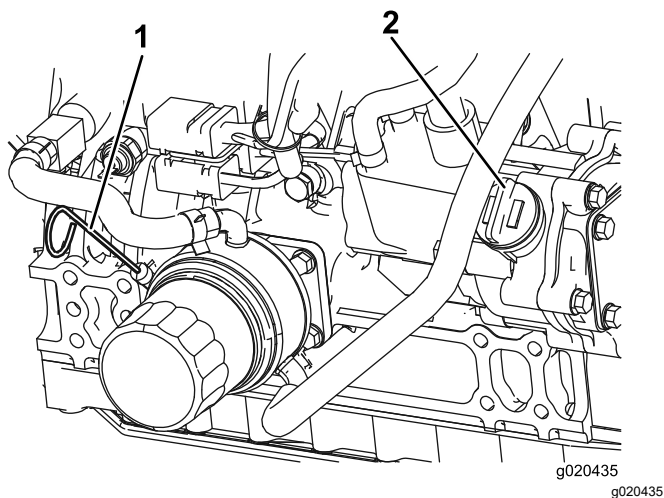

Figura 88
Il livello dell'olio deve trovarsi tra i parametri di sicurezza (Figura 88).
4. Se l'olio non raggiunge i parametri di sicurezza, togliete il tappo di riempimento (Figura 88) e aggiungete olio finché il livello non raggiunge la tacca Pieno.